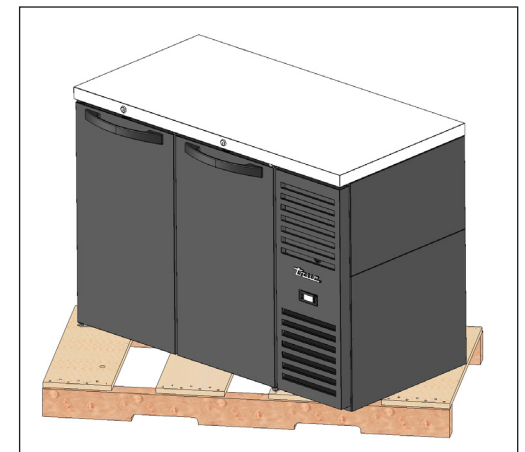

Abb. 3. Beim Anheben des Geräts nicht an den Arbeitsplatten, Türen/Schubladen oder Gittern anfassen.
**HINWEIS >** Den Schrank beim Heben **NICHT** an der Arbeitsplatte, den Türen, Schubladen oder Gittern festhalten. Wenn Nivellierfüße oder Rollen **verwendet werden**, dann den Schrank auf der Palette drehen (siehe Abb. 3) und die Installationsanweisungen auf der nächsten Seite beachten.